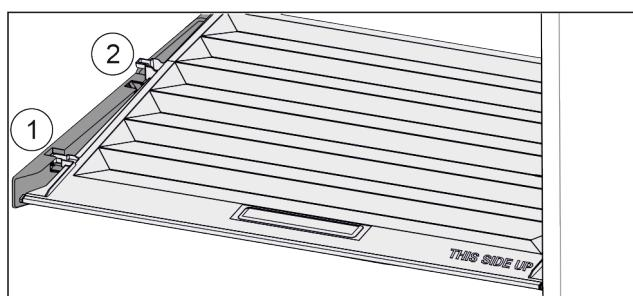

Fig. 161
- Pokrov povlecite naprej Fig. 161 (1) do odprtine v držalnih delih.
- Zadaj ga od spodaj dvignite in odstranite Fig. 161 (2) navzgor.